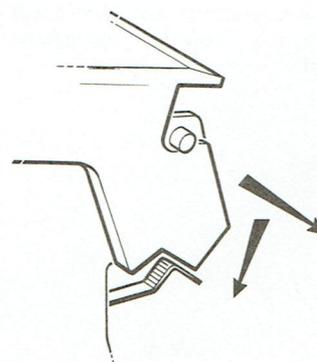

Fig. 4
- Ecarter les pattes de fixation du porte-cassette dans le sens indiqué par les flèches de la figure 4 et sortir celui-ci côté tableau de commande.
- Mettre le magnétophone sur la position enregistrement sans cassette. Pour ce faire déverrouiller la touche enregistrement en poussant la glissière (31) (figure 4).